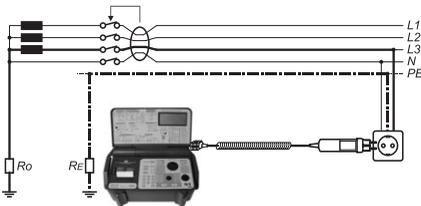

Bild 6.7.1 Anschluss der Messleitungen
- ▶ Schalten Sie den UNITEST 0100-Expert plus mit dem Schalter "EIN/AUS" (9) ein.
- ▶ Wählen Sie aus welche Spannung gemessen werden soll, sie können zwischen den Spannungen L-N und L-PE auswählen. Stellen Sie dazu den Drehschalter 'Messfunktion' (1) auf eine der Funktionen UL-N / Ri/lk (1) oder UL-PE / Zs/lk (2).
- ▶ Schliessen Sie die Messleitung an den Messanschluss (17) des UNITEST 0100-Expert plus an.
- ▶ Verbinden Sie die Messleitungen mit dem Prüfling gemäss Bild 6.7.1 oder 6.7.2.
- ▶ Wählen Sie aus welche Spannung aufgezeichnet werden soll, sie können zwischen den Spannungen L-N und L-PE auswählen. Stellen Sie dazu den Drehschalter 'Messfunktion' (1) auf eine der Funktionen UL-N / Ri (1) oder UL-PE / Zs (2).
- ▶ Verbinden Sie die Messleitungen mit dem Prüfling gemäss Bild 6.7.1, 6.7.2 oder 6.7.3.